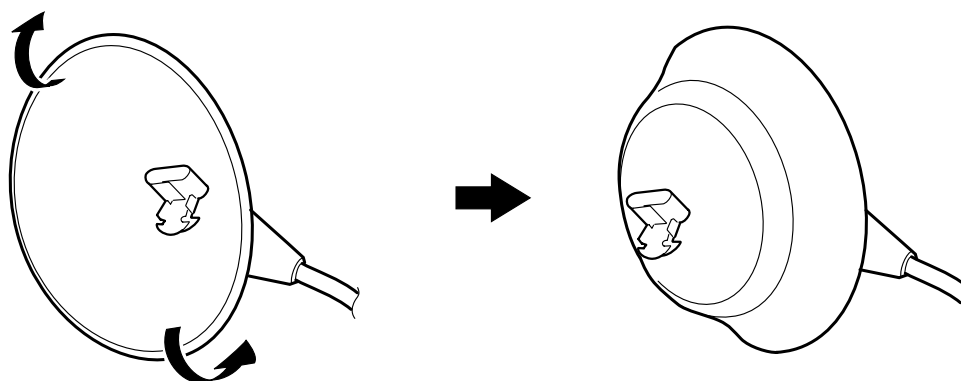

Fig. 3-4
- (4) 図の様にアノードキャップのゴムキャップをめくり上げる。(Fig 3-4参照)